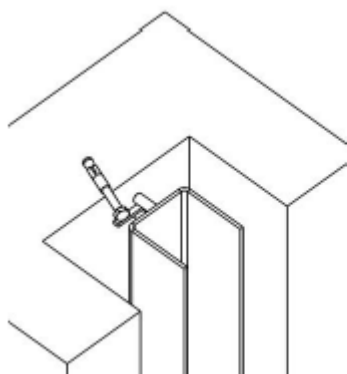

Abb. 7
- Je nach Grösse oder Gewicht, 2-3 Dübel pro Seite in der Aussparung verbohren und Schrauben eindrehen (Abb.7).
- Schlaudern mit Dübelschrauben in der Aussparung mittels Hilfsprofil miteinander verschweissen (Abb.7).